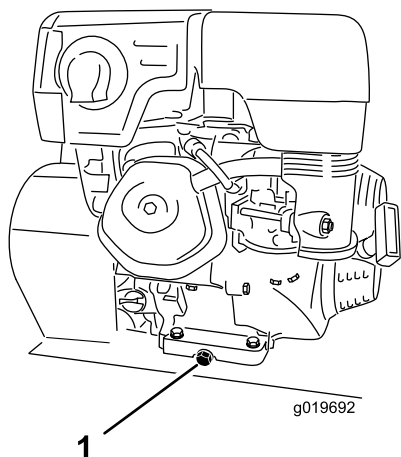

Figure 19
3. Enlevez le bouchon de vidange (Figure 19).